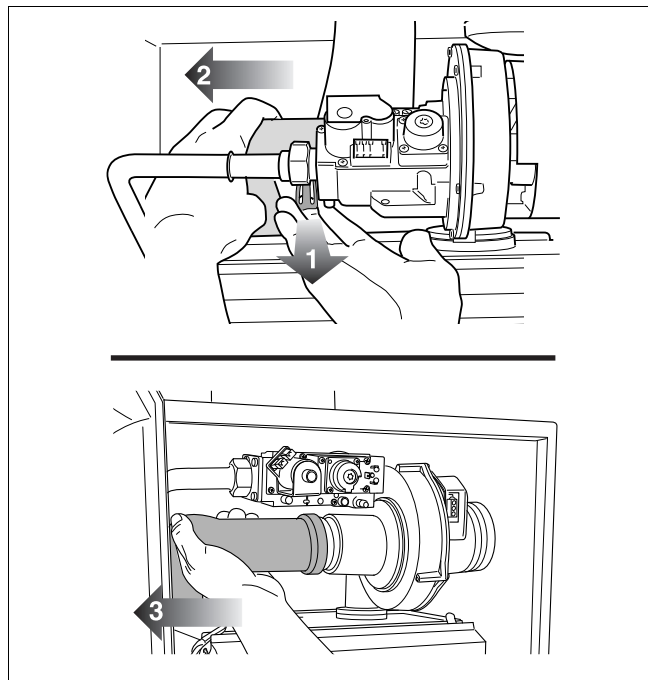

Рис. 102 Демонтаж всасывающей трубы с вентилятора
- Отсоединить всасывающую трубу от вентилятора (рис. 102).